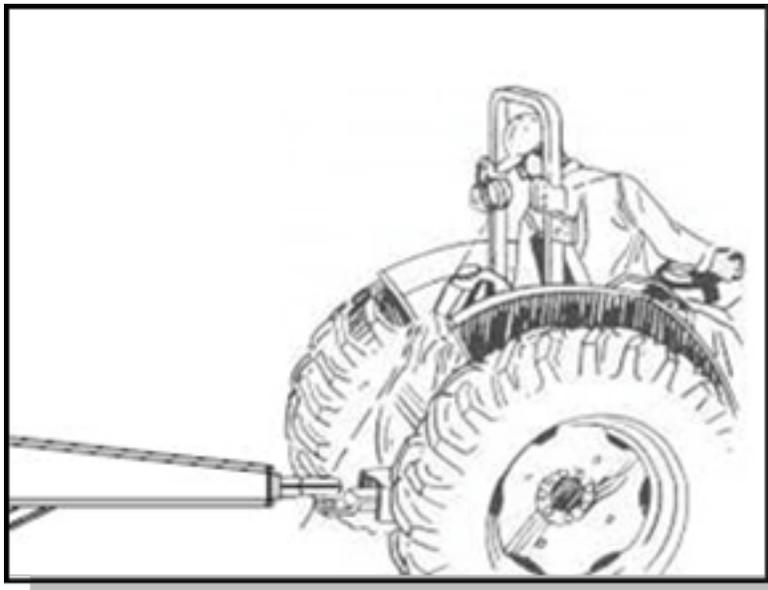

Figura 5- Alineando el orificio del enganche de la abonadora con el orificio de la barra de tiro
- Coloque el tractor para alinear el orificio de la barra de tiro con el orificio del enganche de la abonadora. Es posible que necesite practicar esta habilidad. (Figura 5).